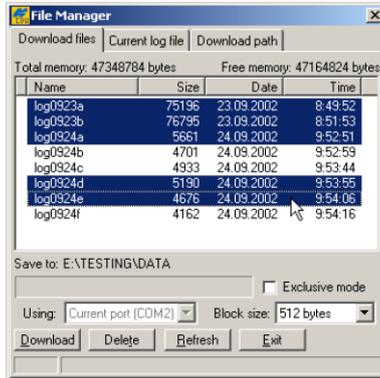

Figura 4-3. Descarga de archivos
- Haga clic en la pestaña **Download files** y seleccione los archivos que desea descargar (Figura 4-3).